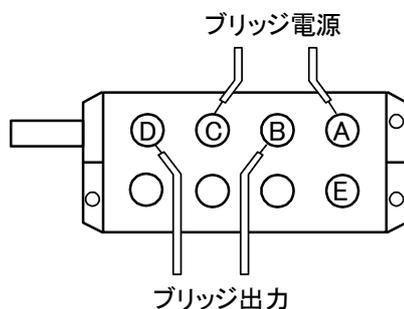

図4-2 ブリッジBOXの結線
- B)ひずみを測定するためのブリッジで、ひずみゲージは種々の接続法が用いられます。これらの接続法は、4-2頁「ひずみゲージによるブリッジ構成例」を参照してください。またブリッジボックスを中継して各種の変換器を使用する場合には図4-2のように接続してください。